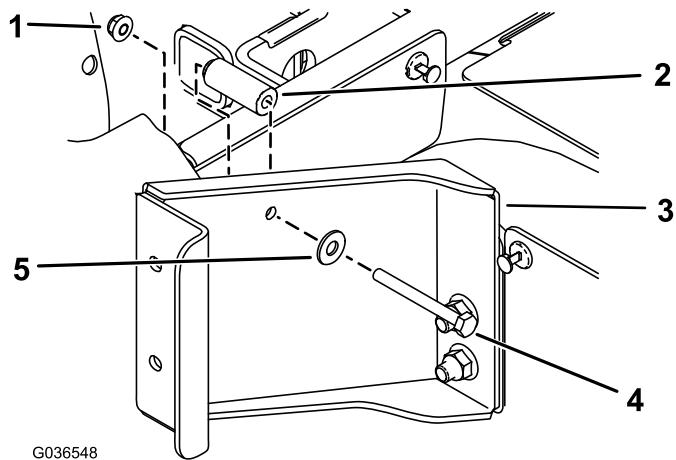

Figura 2
- C. Fissate la staffa dietro la base del sedile utilizzando 1 bullone a testa esagonale (1/4 x 2 1/2"), 1 rondella piana (5/16"), 1 distanziale (9/32 x 5/8") e 1 dado flangiato (1/4"), come illustrato nella Figura 2.